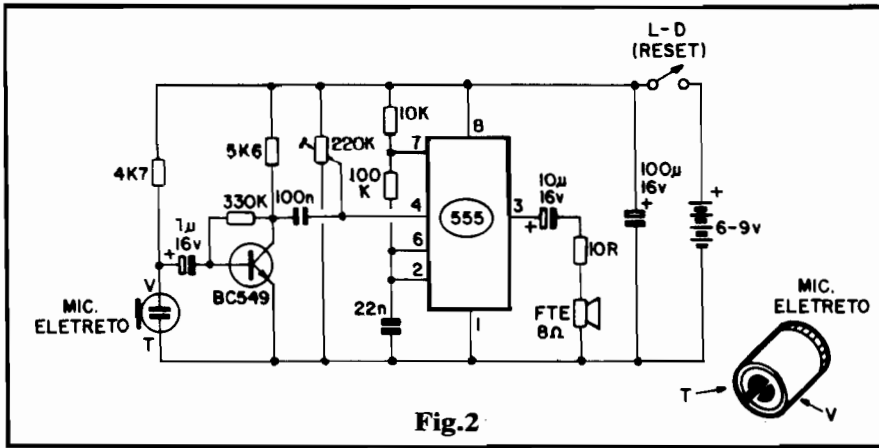

Fig.2
O ALVO (esquema na fig. 2) mostra um circuito um pouquinho mais elaborado, mas ainda assim simples: o núcleo da "coisa" é uma ASTÁVEL com Integrado ("manjadíssimo") 555, cuja frequência (baixa, na faixa de áudio...) é determinada pelo capacitor de 22n, resistor de 100K e resistor de 10K (ligados aos pinos 2-6-7 do dito Integrado...). A saída do oscilador (pino 3 do 555) é aplicada a um pequeno alto-falante de 8 ohms, via resistor limitador de 10R (que "aumenta" a impedância da carga, de modo a não sobrecarregar o 555) e capacitor isolador de CC (10u) que também contribui para reter a dissipação final de Potência em níveis perfeitamente aceitáveis pelo Integrado 555...
Usamos, no módulo ALVO, um microfone de eletreto de dois terminais, cujos contatos estão devidamente codificados na mesma fig. 2, devendo o Leitor/Hobbysta notar a posição do “vivo” (V) e do “terra” (T), evitando inversões no momento da ligação, caso em que o microfone não funcionará...